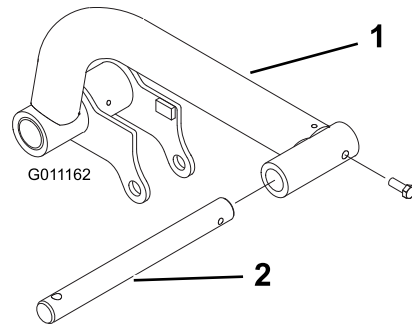

Bild 7
1. Setzen Sie eine Gelenkstange in jeden Hubarm ein und fluchten Sie die Befestigungslöcher aus (Bild 7).